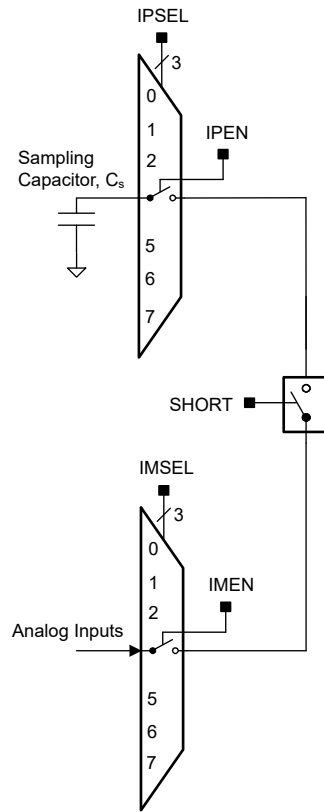

图 6-7. 比较器短路开关
如图 6-7 所示，所需的采样时间与采样电容 (CS) 的大小、与短路开关串联的输入开关电阻 (R)，以及外部信号源的电阻 (RS) 成比例。采样电容 CS 应大于 100pF。为采样电容 CS 充电的时间常数 Tau 可以使用下列公式来计算得出。